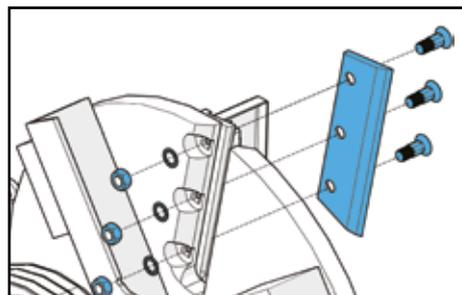

FIGURE 2
- Réinstaller les lames avec des boulons, rondelles et écrous neufs (FIGURE 2).